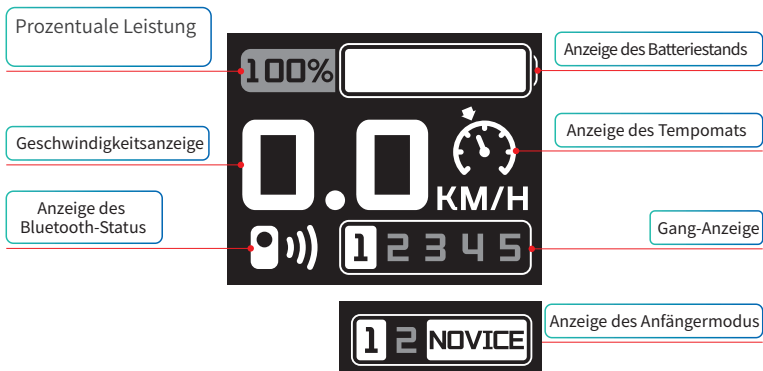

Abbildung 4.3.3.1
(1) Akku-Prozentanzeige (Siehe Abbildung 4.3.3.1)
(2) Geschwindigkeitsanzeige (Siehe Abbildung 4.3.3.1)
(3) Anzeige des Bluetooth-Status (Siehe Abbildung 4.3.3.1)